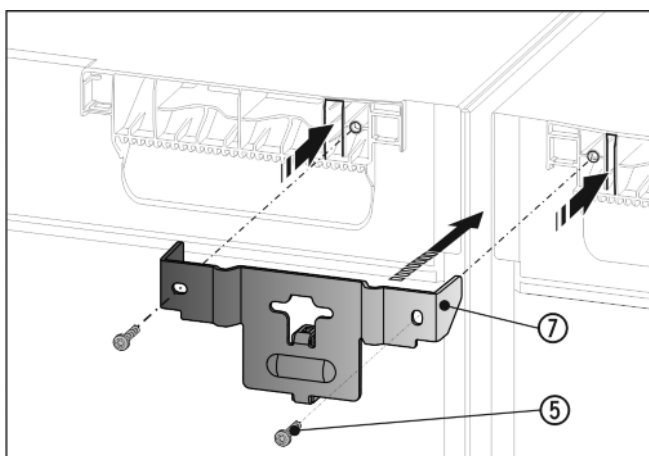

Fig. 9
- ▶ Winkel Fig. 9 (7) mit dem Distanzstück zwischen die Geräte und mit den Laschen in die Gerätedecke schieben. Mit 2 Schrauben Fig. 9 (5) festschrauben.